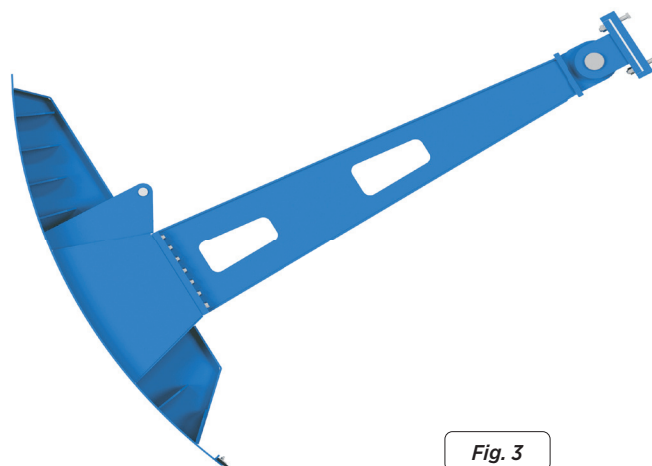

Fig. 3
- Quando a comporta se encontra completamente fechada, os pontos de rotação têm de ficar perfeitamente alinhados com o eixo dos braços, pelo que é recomendável fixá-los pontualmente nesta posição com o fim de facilitar o processo de montagem. Os pontos de rotação serão montados com as consolas aparafusadas (fig. 3).